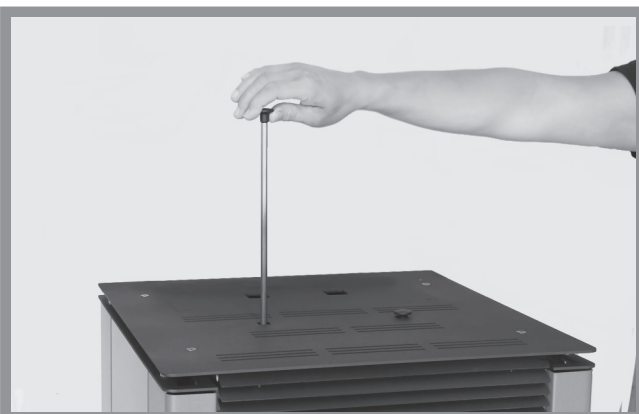

Abb. 12e: Reinigung der Wärmetauscher
5. Auf der Geräteoberseite befinden sich zwei Kunststoffgriffe. Das sind die sogenannten Reinigungsschaber (Abb. 12e). Betätigen Sie die Schaber ca. 2 – 3 Mal täglich hoch, um auch langfristig eine gleich bleibende Wärmeleistung sicherzustellen. Betätigen Sie diese Reinigungsschaber **nur** während der Pelletofen läuft, sodass die Asche besser verteilt wird. Die Betätigung der beiden Schaber während der Funktion hat den Vorteil, dass die Asche u. U. ein wenig nach draußen gleitet wird.